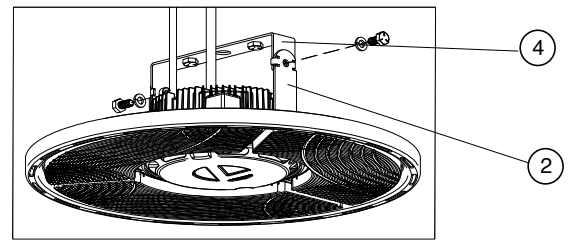

Fig 5
**2.4 Una vez instalada la ménsula de montaje (4) en superficie,** alinee las patas verticales de las bases (2) de montaje con la ménsula de montaje (4) y fíjelas a la ménsula con los tornillos hexagonales y las arandelas de seguridad suministrados (consulte la Fig. 5).